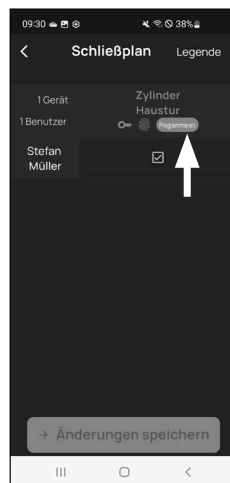

Fig. 4
- 5 Si des modifications ont été apportées au plan de fermeture, l'affichage du cylindre respectif apparaît en rouge et est complété par le bouton « Programmation ». L'application vous informe ainsi que les réglages n'ont pas encore été transférés au cylindre. Pour ce faire, appuyez sur le bouton rouge « Programmation » du cylindre respectif (Fig. 4).